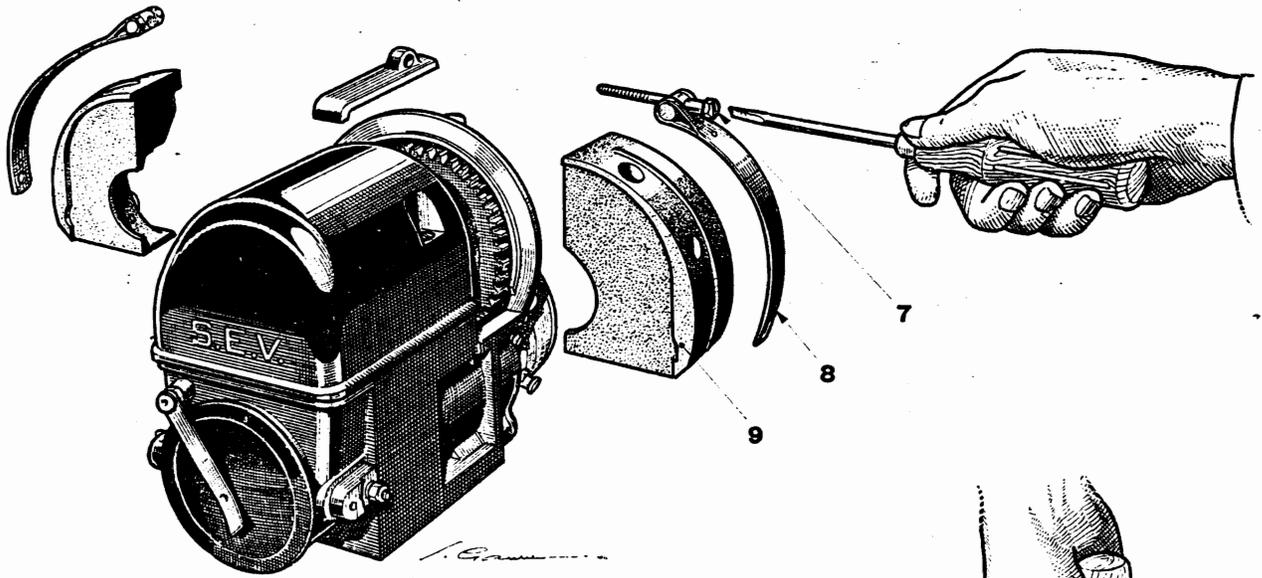
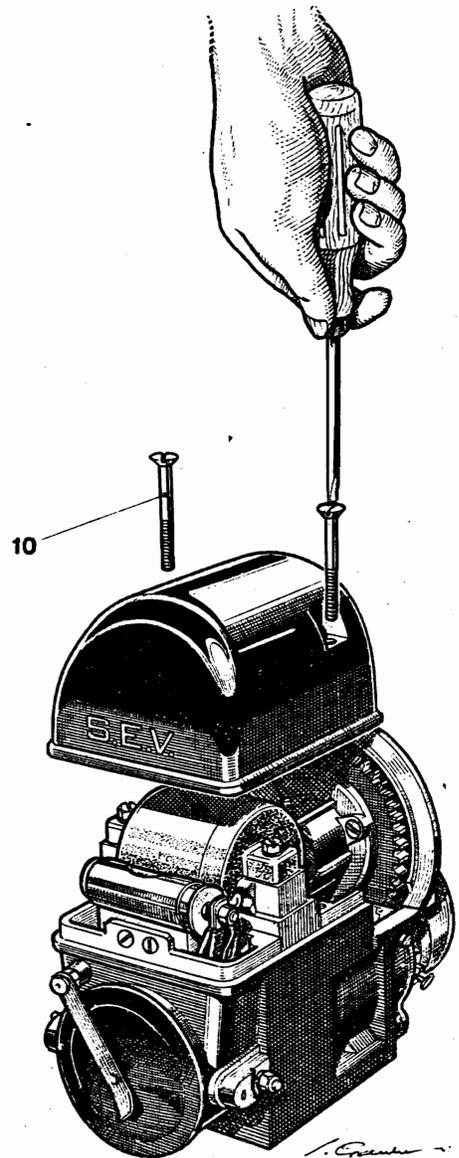

FIG. 32.— DÉMONTAGE DU DISTRIBUTEUR
FIG. 33 — DÉMONTAGE DU CAPOT
BOBINE (fig. 32)
RUPTEUR (fig. 33)
a) Démontage du distributeur (fig. 32) :
- Dévisser et démonter la vis de sangle (7) } Tournevis de 5
- Lever la sangle (8) ;
- Enlever les deux 1/2 distributeurs (9) en les tirant *latéralement*.
b) Démontage du capot (fig. 33) :
- Dévisser les vis (10) } Tournevis de 7